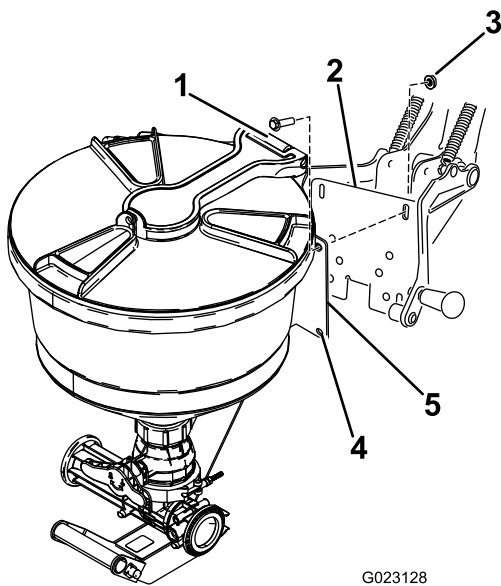

图 12
1. 将清洁加药器支架面板上的孔与托架支架上的槽对齐图 12。